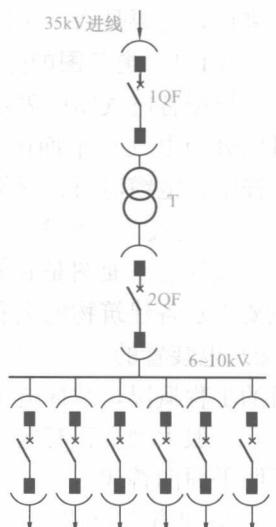

图 1-2 单台变压器的
2) 图例。如图 1-2 所示, 为一单台变压器的高压变电站主电路图, 电源经过断路器 1QF 送到变压器 T, 变压器再经过断路器 2QF 送到母线汇流排, 再向各电力支路分配电力。